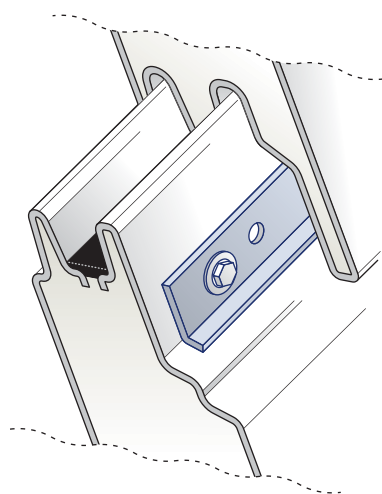

Abb. 16
- Bei der Montage von Wandsandwichpaneelen ARPANEL SU ist die Verwendung von Lastverteilerplatten laut Bauzulassung vorgeschrieben. (Abb. 16)